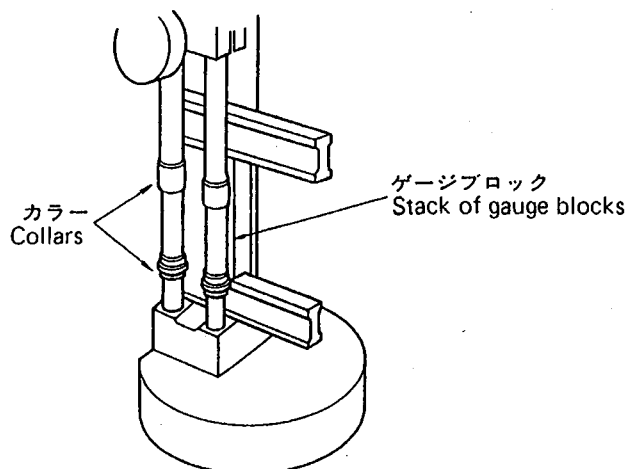

Fig. 3
- (3) 4つのカラーをスライドさせ、ゲージブロックの上下両端にくるように、それぞれ位置を決めます (Fig.3)。
- (3) Slide the collars and position them at the upper and lower ends of the gauge block stack. (See Fig. 3)